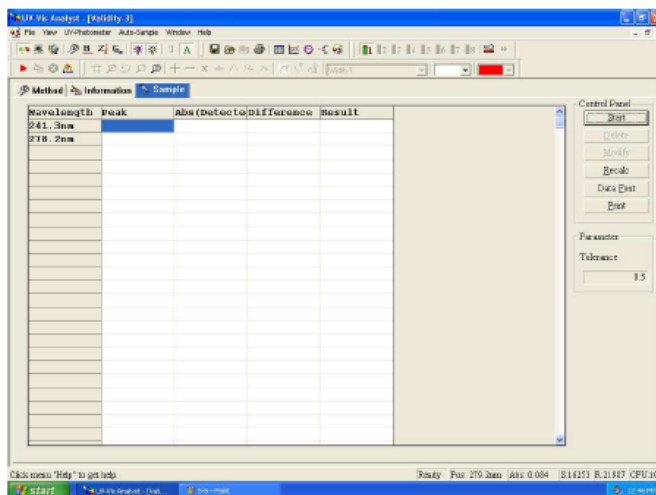

Fig. 5-6
4. Click en sample tab. Aparecerá de la siguiente forma (Fig 5-6).